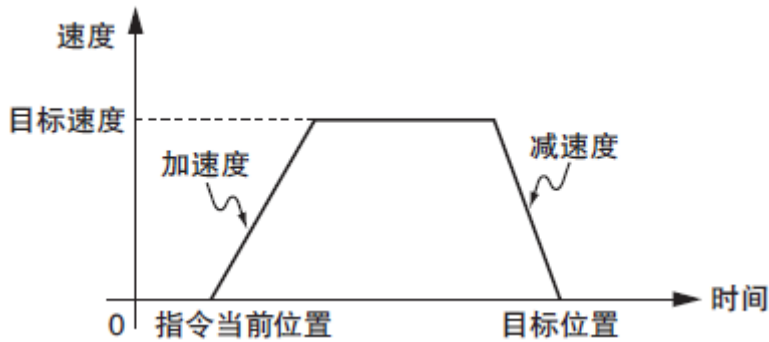

图 5.5 梯形速度曲线
- 当速度曲线是梯形曲线时, 指令执行时的“速度-时间”曲线如图 5.5 所示。